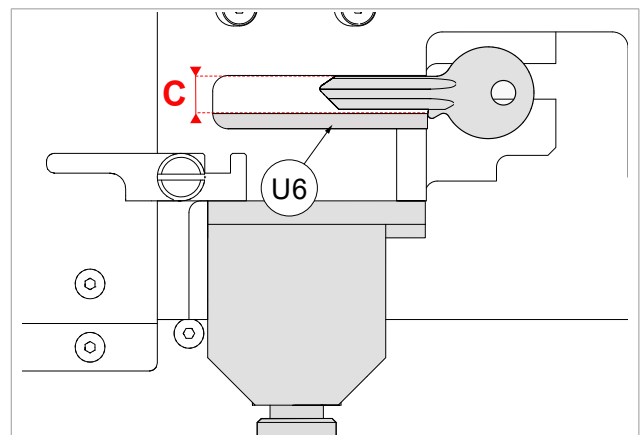

Bild 98
- 3) Die optimale Breite muss etwas größer als die Schaftbreite selbst sein. **Achtung: nicht die Höhe des Schlüsselanschlags überschreiten** (Bild 98).